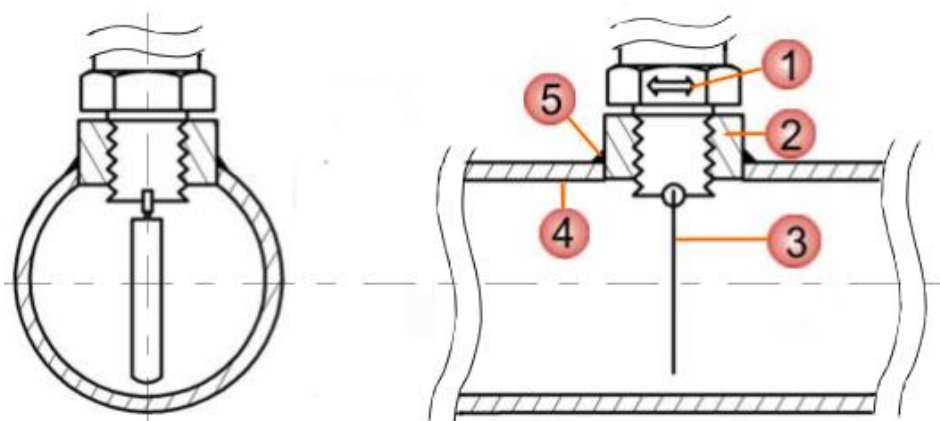

Рисунок 2.2 – Монтаж реле потока на трубопровод
- 1) Вырезать отверстие для бобышки (2) в трубопроводе (4) (**Рисунок 2.2**). В трубопроводе (4) следует вырезать отверстие равное внешнему диаметру бобышки (см. **приложение А**).